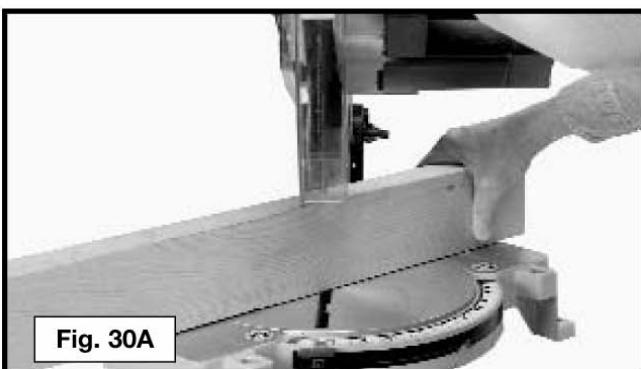

Fig. 30A
1. Sua máquina tem a capacidade de cortar padrões de 2 x 4 planos ou com margem, em ângulos de esquadria direito e esquerdo de 45° (Fig. 30A).